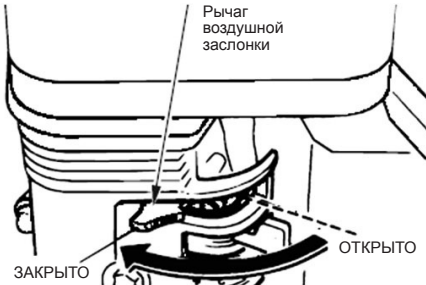

Рис.19 Установка рычага воздушной заслонки
2. При запуске холодного двигателя установите рычаг воздушной заслонки в положение Close (закрыто). При запуске теплого двигателя воздушную заслонку не закрывать (Рис.19).